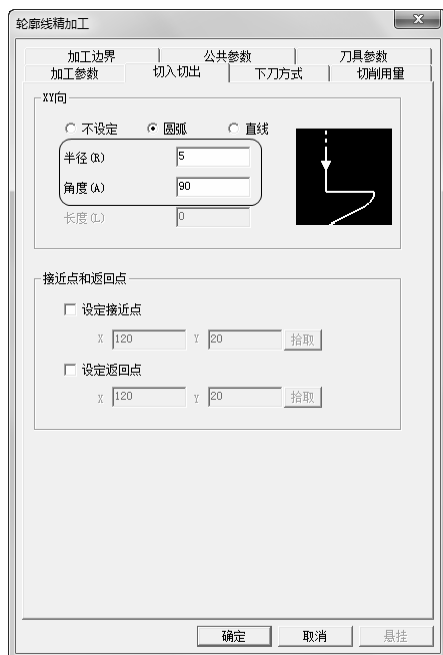

图 3-124 “切入切出”选项卡
2) 单击“切入切出”选项卡，设置“XY 向”为“圆弧”，不设定“接近点和返回点”。具体“半径”、“角度”参数数值如图 3-124 所示。